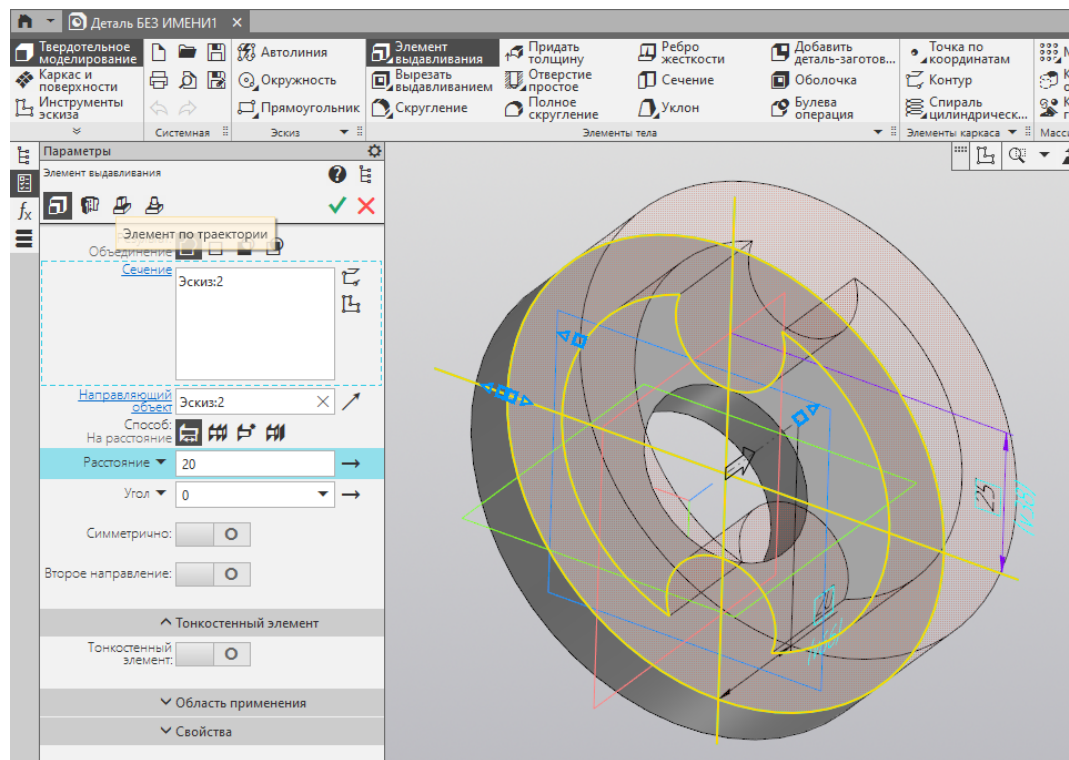

Рисунок 9 – Настройка параметров выдавливания
1.3.6 Выдавите полученный эскиз. Выберите команду «Элемент выдавливания»  и убедитесь что ваш эскиз автоматически выделился, а в окне с параметрами (рис. 9) выбран результат «Объединение» и способ «На расстояние». Осталось лишь указать расстояние 20 мм, на